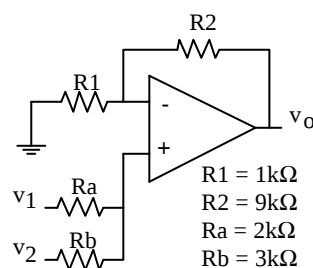

Figura 2 – Amplificador Somador.
2. Considere o circuito da figura 2: